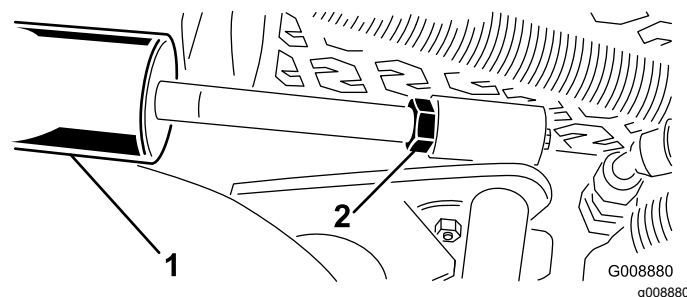

図 15
A. カッティングユニットを降下させ、シリンダについているジャムナットを戻す 図 15。